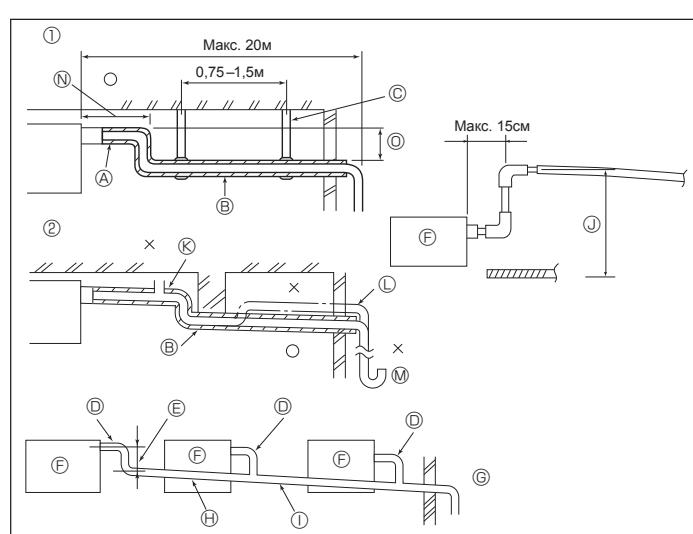

Рис. 3-4
3.3. Дренажные трубы (Рис. 3-4)